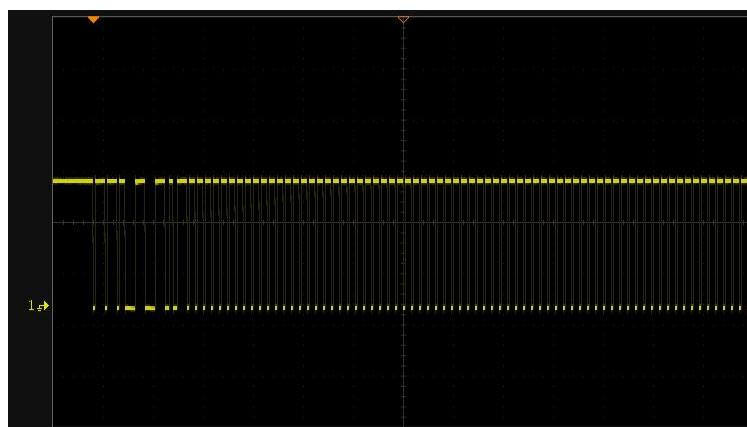

图 15.18 CAN-FD 信号捕获
- 1、 将 CAN-FD 的信号接到通道 1 中，点击【Auto Setup】一键捕获波形，让波形以较好的效果显示在界面，如图 15.18 所示；